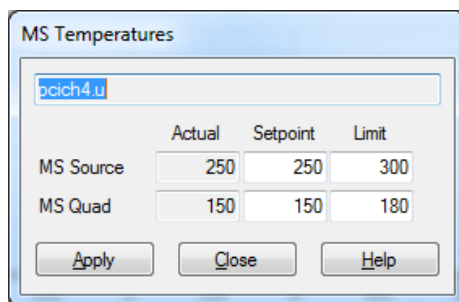

Figure 37 Boîte de dialogue de la température du MS
- 1 Dans la vue **Instrument Control** (Pilotage de l'instrument), sélectionner **MS Temperatures** (Températures du spectromètre de masse) dans le menu **Instrument**. (Voir **Figure 37**.)